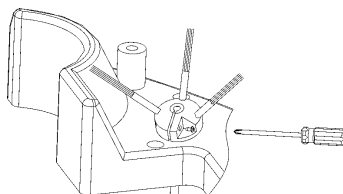

Fig. 2
2. Gire el cepillo lateral hasta que pueda introducir el destornillador como en la Fig. 2, afloje el tornillo, quite el cepillo viejo y coloque el nuevo.